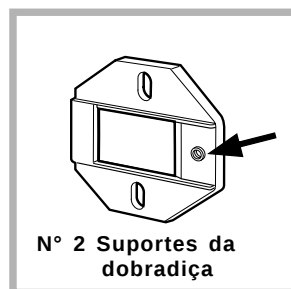

Fig. 1
- Montar os suportes das dobradiças na fachada, posicionando o furo indicado por uma seta na *fig. 1* para dentro da fachada, utilizar os parafusos do tipo **C**.